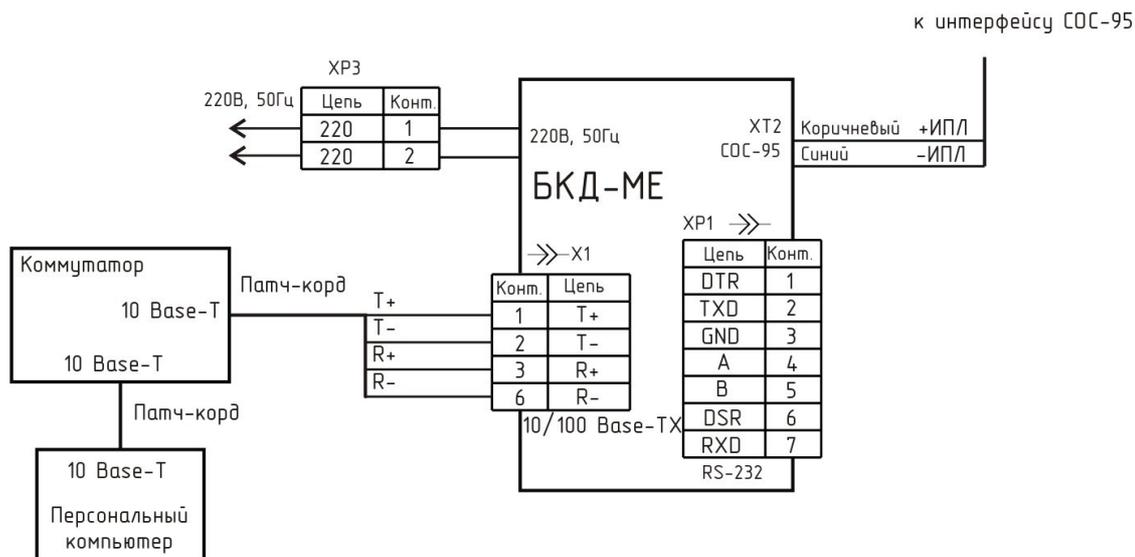

Рисунок 9 - Схема подключения БКД-МЕ к ПЭВМ по Ethernet
1) Подсоединить БКД-МЕ при помощи стандартного «пачкорда» к той же сети, в которой работает персональный компьютер, используемый для конфигурации БКД-МЕ (рисунок 9).
«патчкорда», в которой работает персональный компьютер, используемый для конфигурации БКД-МЕ (рисунок 9).